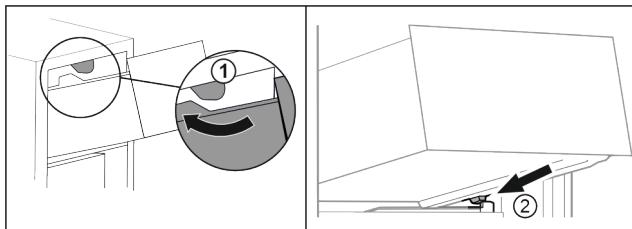

Fig. 69
- Prevedte zásuvku okolo horných zarážok. Fig. 69 (1)
- Nasadte zásuvku šikmo za dolnými zarážkami na rebro nádoby. Fig. 69 (2)